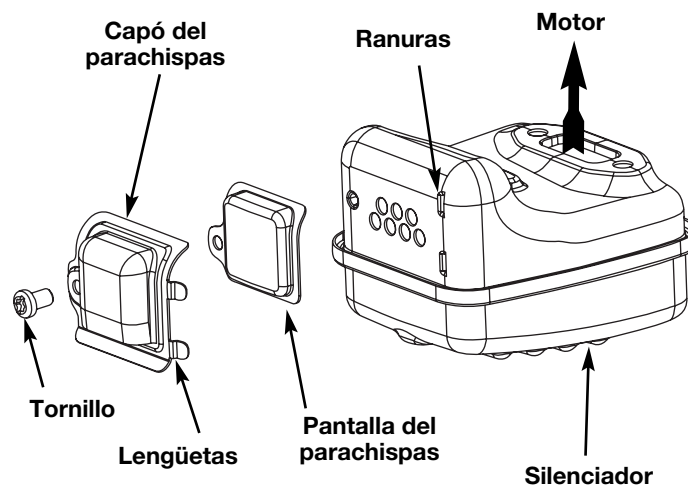

Fig. 28
2. Localice el silenciador, pero no lo quite. Busque el tornillo en la parte inferior del silenciador (Fig. 28). Quite el tornillo usando una llave torx No. 20 o un destornillador plano.